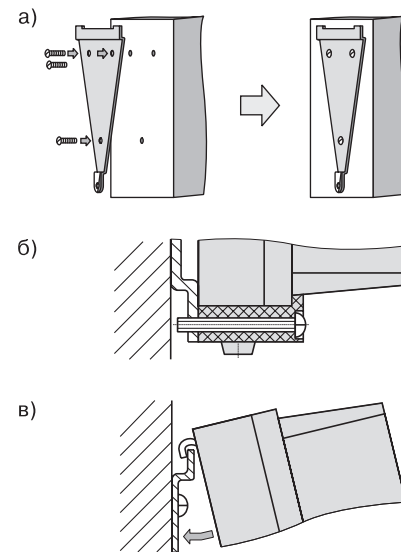

Рис. 17
1. Закрепить кронштейн тремя винтами М4 на поверхности, предназначенной для установки прибора (см. *прил. 5* и рис. 17, а).
2. Зацепить крепежный уголок на задней стенке прибора за верхнюю кромку кронштейна (рис. 17, б)
3. Прикрепить прибор к кронштейну винтом М4 х 35 из комплекта поставки (рис. 17, в).